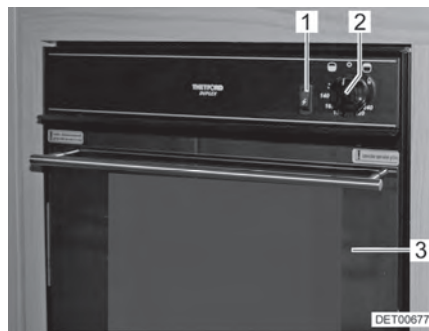
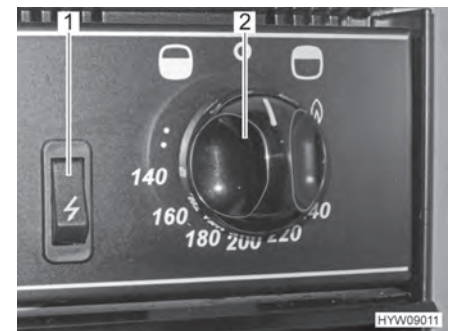

Bild 131 Gasbackofen mit Grill
Bild 132 Bedienelemente (Gasbackofen mit Grill)
- Backofenklappe (Bild 131,3) ganz öffnen.
- Drehregler (Bild 131,2 und Bild 132,2) drücken und entgegen dem Uhrzeigersinn (in Richtung Backofen-Symbol "☐") auf maximale Einstellung stellen.
- Drehregler (Bild 131,2 und Bild 132,2) drücken und 5 bis 10 Sekunden lang gedrückt halten. Es strömt Gas zum Brenner.
- Zündschalter (Bild 131,1 und Bild 132,1) so lange drücken, bis die Flamme brennt.
- Drehregler (Bild 131,2 und Bild 132,2) drücken und im Uhrzeigersinn (in Richtung Grill-Symbol "☐") auf das Flammensymbol stellen.
- Drehregler (Bild 131,2 und Bild 132,2) auf "O" drehen. Die Flamme erlischt.